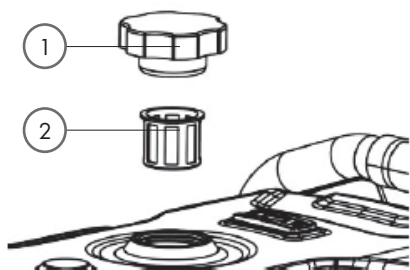

Рис. 13
Перед снятием крышки топливного бака (1) (рис. 13) следует протереть её и пространство вокруг неё. Это позволит уменьшить количество загрязняющих веществ, проникающих в топливную систему.